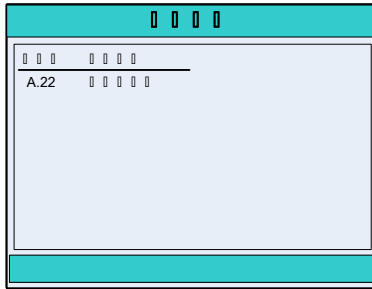

图3-8 报警记录界面
- 在“编程常量”界面中，按  进入“报警记录”界面，如图 3-8 所示。